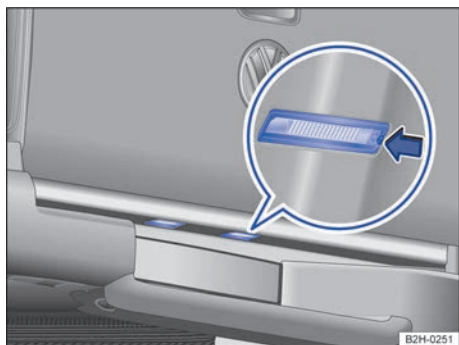

Fig. 201 En la chapa de cierre trasera, debajo del portón de carga: luces de la patente.
2. Presione con un destornillador en el rebaje de la luz de la patente, en el sentido de la flecha → fig. 201.